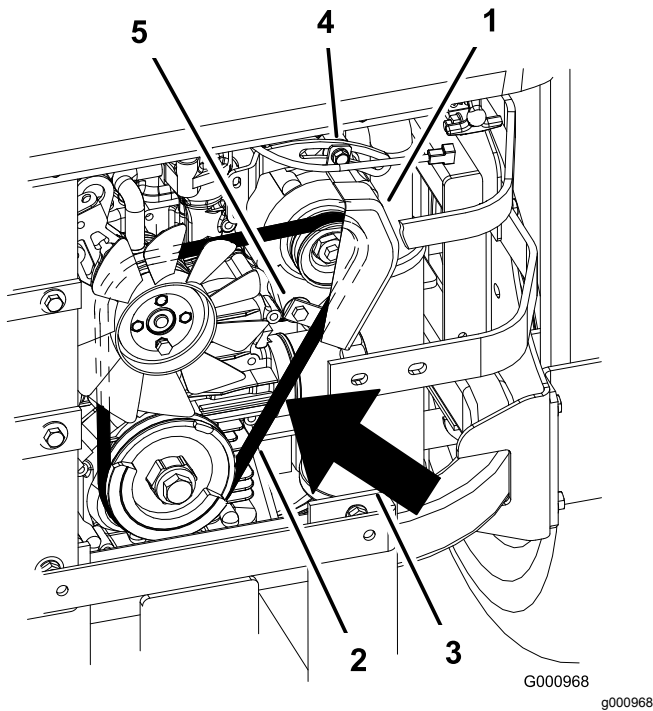

Figura 95
2. Ajuste el alternador hacia fuera hasta que quede una desviación de 7 a 9 mm en la correa entre el motor y las poleas del alternador con una fuerza de 98,3 N (Figura 95).
5. Si la desviación es correcta, apriete los pernos inferior y superior (Figura 95).